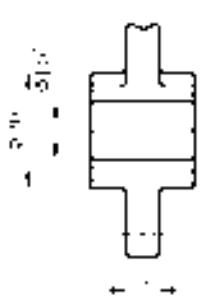

图 6-57 标注公差尺寸
9) 标注公差尺寸。单击“标注”工具栏中的“线性”按钮 $\square$ ，标注公差尺寸，结果如图 6-57 所示。